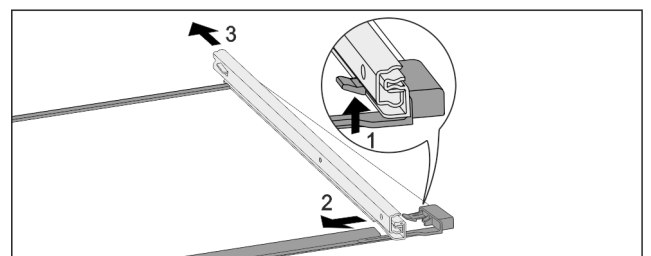

Fig. 142 Placa de vidrio con guías
- ▶ Presione hacia arriba el gancho de retención delantero. Fig. 142 (1)
- ▶ Retire la guía extraíble hacia un lado Fig. 142 (2) y hacia atrás Fig. 142 (3).